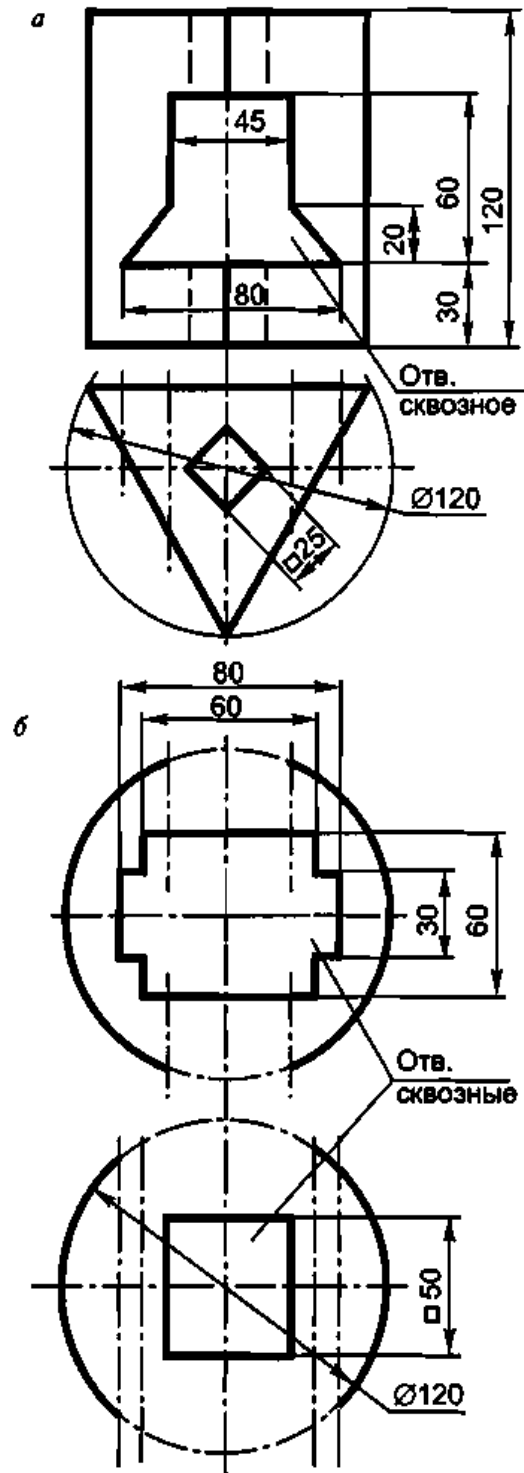

Рис. 2.16
6. Выполнить чертежи трехгранной призмы (а) и сферы (б) с окнами в трех проекциях с тремя разрезами каждой (рис. 2.16).